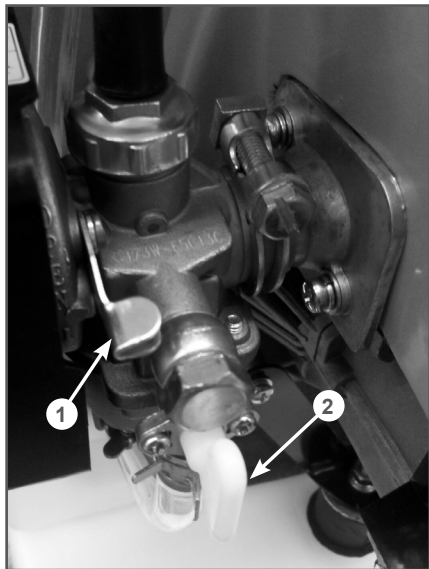

Рис. 9 Запуск двигателя
3. Откройте топливный кран. Для этого рычаг 2 (Рис. 9) топливного крана установите в вертикальное положение.
4. Закройте воздушную заслонку карбюратора. Для этого рычаг управления воздушной заслонкой 1 (Рис. 9) установите в верхнее положение (ЗАКРЫТО).